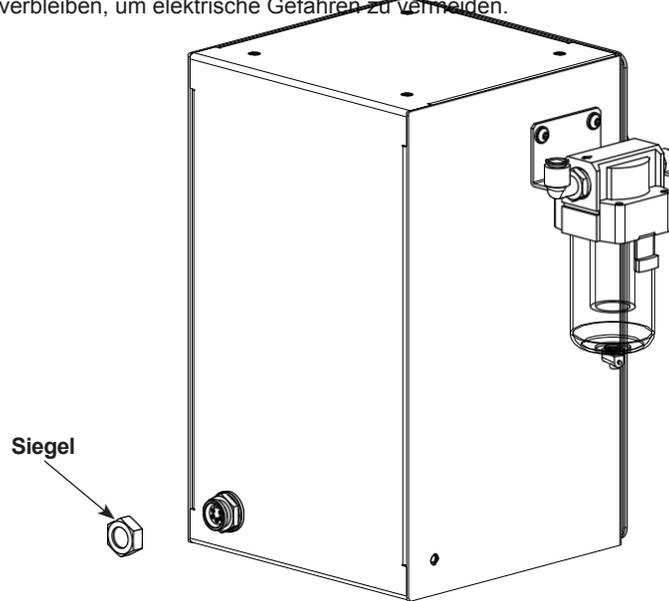

Abbildung 7-1 Steckdosendichtung
**WARNUNG:** Siehe Abbildung 7-1. Die Pumpensteuerung wird mit einer Dichtung an der Buchse für den Rüttelmotor geliefert, die für die Verwendung mit den mobilen Dolly-Systemen entfernt wird. Diese Dichtung muss bei den Wand- und Schienensystemen auf dem Pumpensteuerungsanschluss verbleiben, um elektrische Gefahren zu vermeiden.